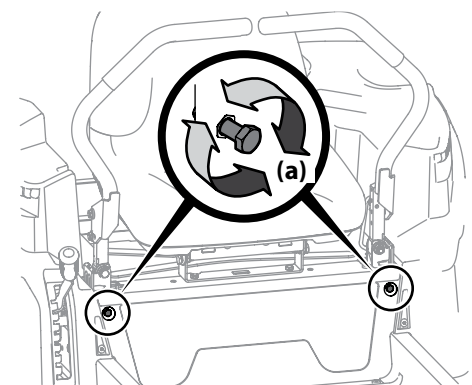

Figura 4-9
- Ubique los pernos del ajuste de detención de las palancas de control de la transmisión (a) que están en el frente del marco del asiento. Consulte Figura 4-9.